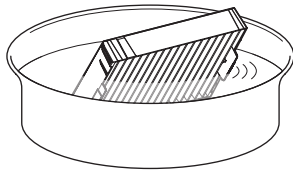

図 1
#### 1) エアフィルターカバーを取り外す (図1)
1) エアフィルターユニットを洗淨する (図 1)